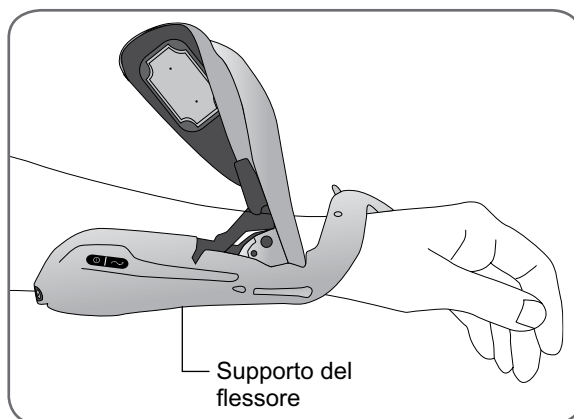

Figura 10-3 - Rimozione del supporto del flessore
4. Con l'aletta dell'estensore aperta (Figura 10-3), rimuovere il supporto del flessore dalla parte inferiore dell'avambraccio.